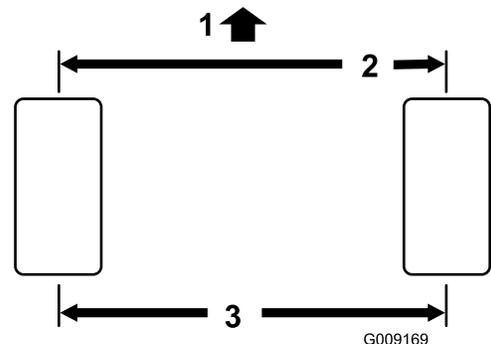

Figura 106
**Nota:** El ajuste de convergencia de las ruedas traseras es correcto si la diferencia entre la medida delantera y la trasera es de 6 mm ( $\frac{1}{4}$ " o menos (Figura 106).